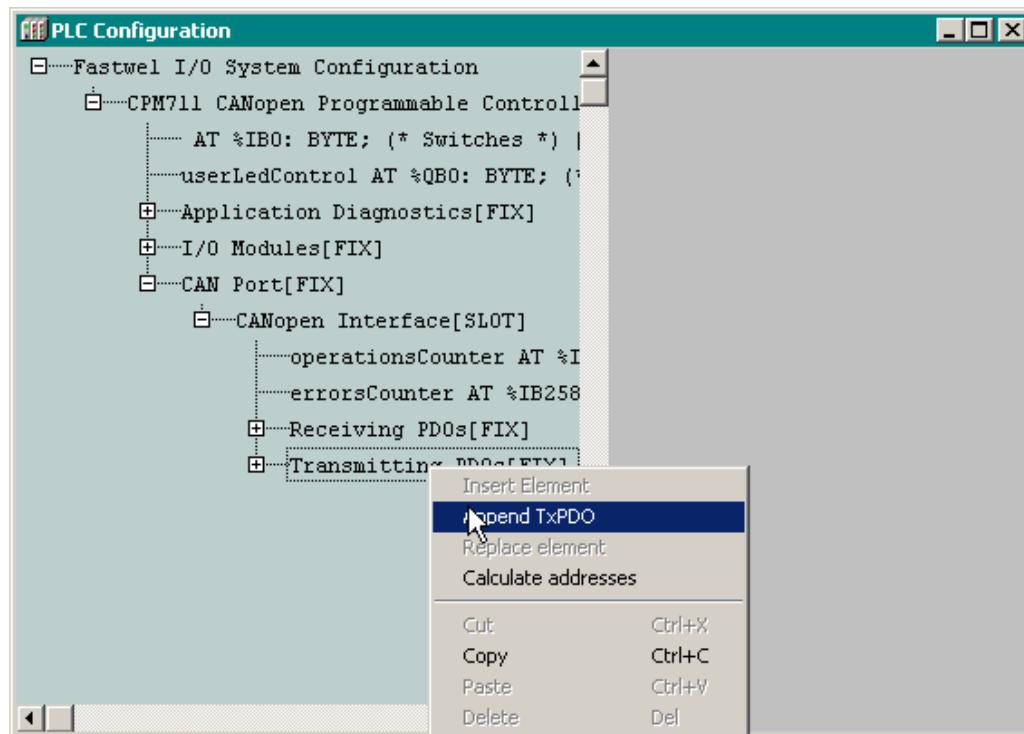
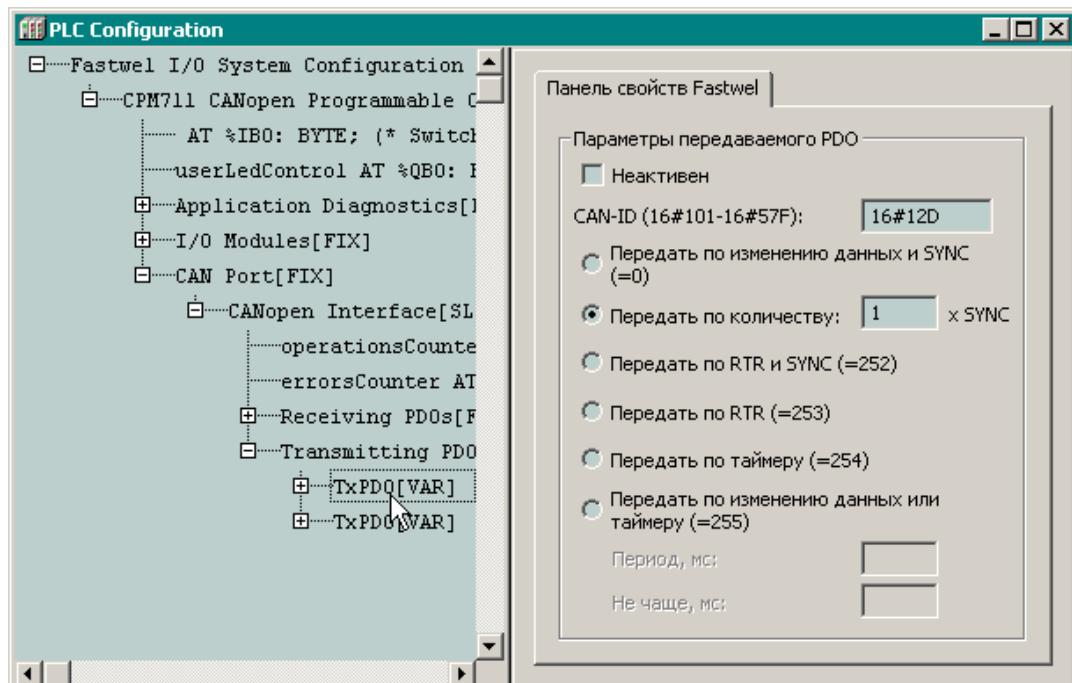

Рис. 24. Добавление описания исходящего коммуникационного объекта
Рис. 25. Установка идентификатора коммуникационного объекта
Настройка параметров исходящих коммуникационных объектов выполняется в диалоговой панели, показанной на рис. 25, а описание значений приведено в табл. 4.
2. Щелкните правой кнопкой мыши над элементом *Transmitting PDOs* и выберите команду **Append TxPDO** в контекстном меню, как показано на рис. 24. Описание соответствующего коммуникационного объекта появится в дереве конфигурации, как показано на рис. 25.